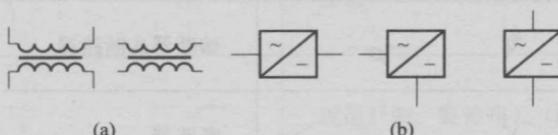

图 1-4 符号引线方向改变示例
(5) 图形符号的引线。图形符号所带的引线不是图形符号的组成部分，引线可取不同的方向。例如图 1-4 所示的变压器和整流器中的引线可以改变方向。